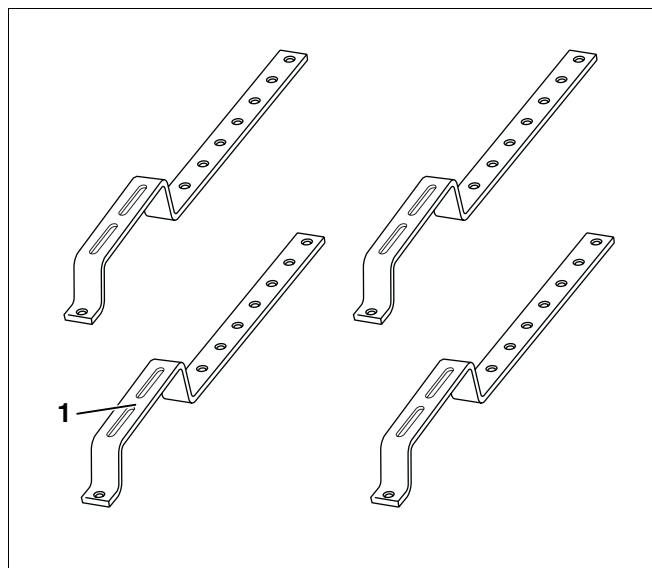

Fig. 7 Juego de montaje para ganchos especiales de tejado, accesorios
4.2.6 Juego de montaje para ganchos especiales de tejado (para cubierta de pizarra, chillas y tejas plana; accesorios; por cada colector) – fig. 7